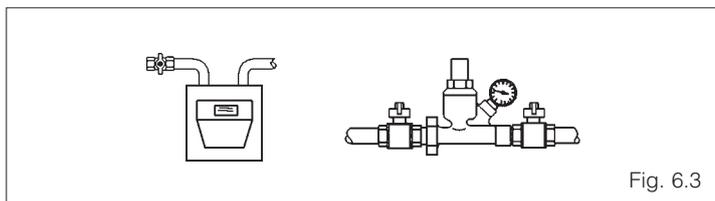

Fig. 6.3
- chiudere i rubinetti del combustibile e dell'acqua dell'impianto idrico (fig. 6.3)